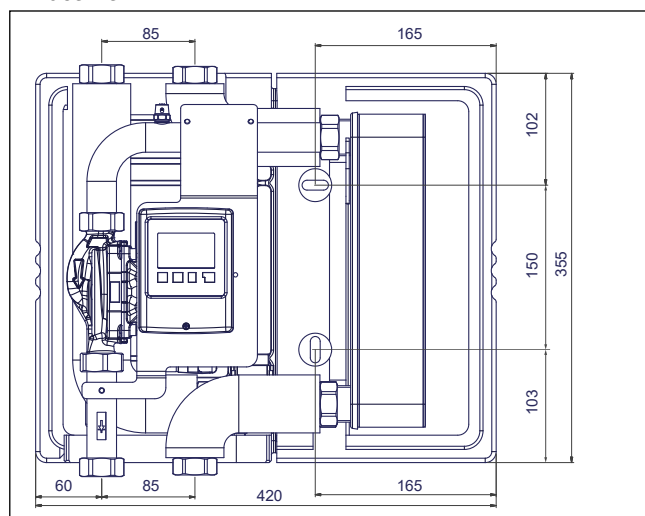

Fig. 8-2: Plan de montage de la station FRIWAC
- Pour les étapes 2 et 3, se reporter à la Fig.8-2.